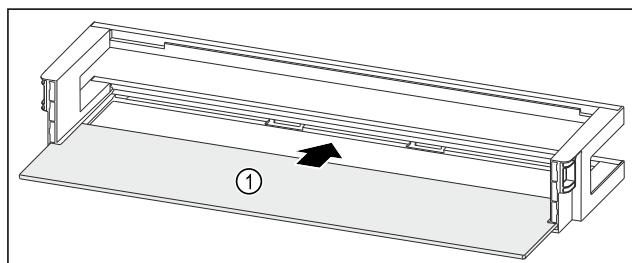

Fig. 87 Рафт на врата с рафт
- Вкарайте рафта Fig. 87 (1) в страничните прорези.